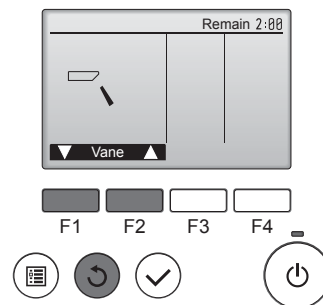

Fig. 7-6
- ① Ελέγξτε την αυτόματη διακύμανση της κατεύθυνσης του αέρα με τα κουμπιά **[F1]** **[F2]**. (Fig. 7-6)
- ② Πιέστε το κουμπί **[↺]** για να επιστρέψετε στη λειτουργία "Test run" (Εκτέλεση δοκιμαστικής λειτουργίας).
- ③ Πιέστε το κουμπί **[⏻]**.